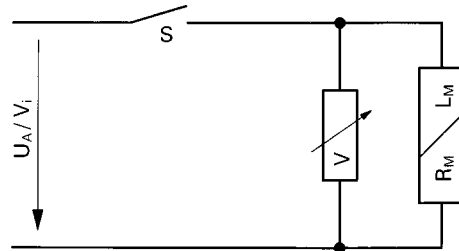

Fig. 11
10.1.2 Varistorbeschaltung (Fig. 11)
10.1.2 Varistor method (Fig. 11)